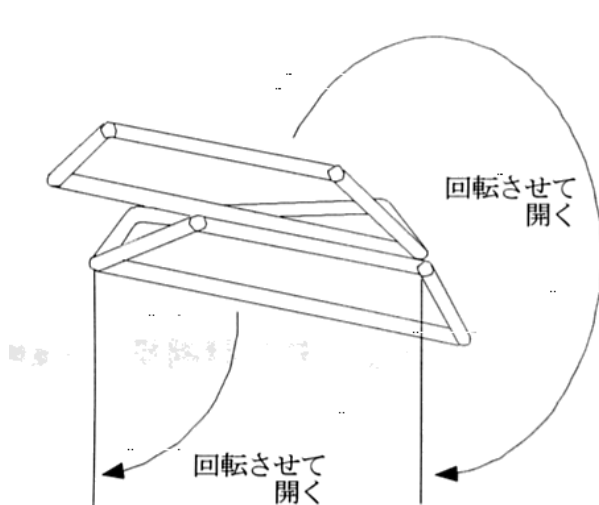

図1. 前側から見たフレーム (折りたたんだ状態)
- ①箱から取り出した状態では、折りたたんだ状態で上部にU型の肘受けが差し込んであります。まずこの肘受けを外します。(フレームを真上から見たのが図1です。左右が逆になっていることもあります。)